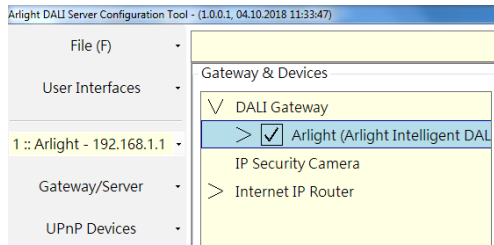

Рисунок 3.
3. Для того чтобы увидеть список найденных контроллеров, выберите в списке пункт DALI Gateway (Рисунок 3). Установите галочку напротив нужного контроллера. В пункте Gateway/Server появится адрес контроллера и в окне отобразятся параметры доступа.